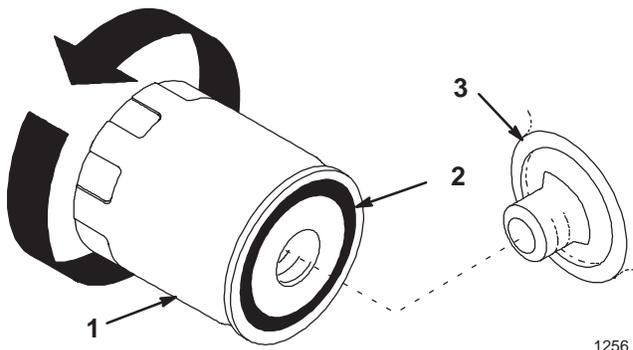

Bild 19
3. Ölen Sie die Gummidichtung am Austauschfilter (Bild 19) leicht mit Frischöl ein.
4. Drehen Sie den Austauschfilter auf den Anbaustutzen auf. Drehen Sie den Ölfilter im Uhrzeigersinn, bis die Gummidichtung den Anbaustutzen berührt. Ziehen Sie ihn dann um eine weitere 1/2 Umdrehung fester (Bild 19).